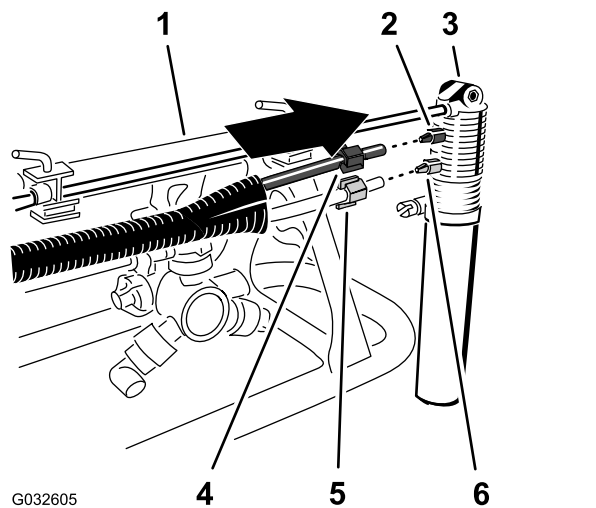

Bild 23
2. Fluchten Sie das Ende des durchsichtigen Schlauchs mit der weißen Druckmutter und mit dem weißen Anschlussstück der Schaummarkiererdüse aus und ziehen Sie die Druckmutter mit der Hand an (Bild 23).
3. Fluchten Sie das Ende des blauen Schlauchs mit der blauen Druckmutter und mit dem blauen Anschlussstück der Schaummarkiererdüse aus und ziehen Sie die Druckmutter mit der Hand an (Bild 23).
1. Schieben Sie die blaue Druckmutter über die Enden des blauen Schlauchs und die weiße Druckmutter über den durchsichtigen Schlauch (Bild 23).